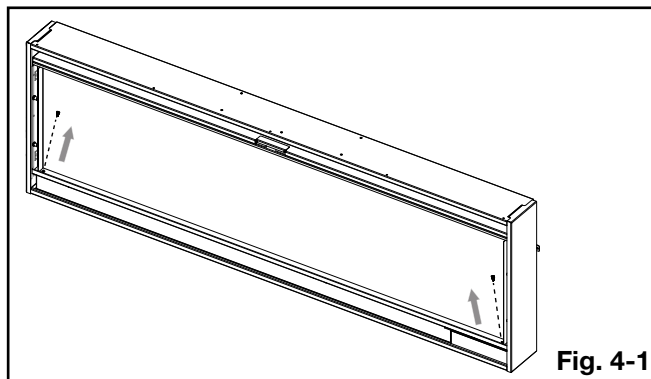

Fig. 4-1
1. Enlevez les 2 vis du panneau plastique du lit de braise avant d'appliquer les braises en cristaux et/ou les bûches afin de maintenir le panneau du lit de braise plat (**Fig. 4-1**).